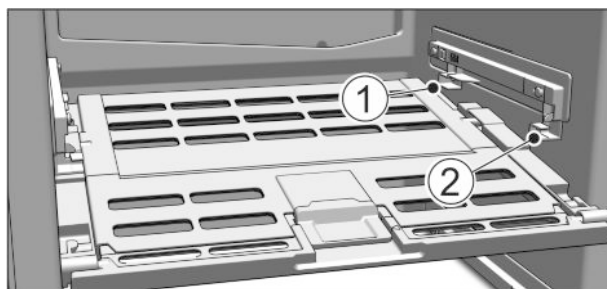

Fig. 10
► Inserire il coperchio cassetto Safe per frutta e verdura: inserire le nervature del coperchio dal basso nel supporto inferiore Fig. 10 (1) e inserire anteriormente nel supporto Fig. 10 (2).